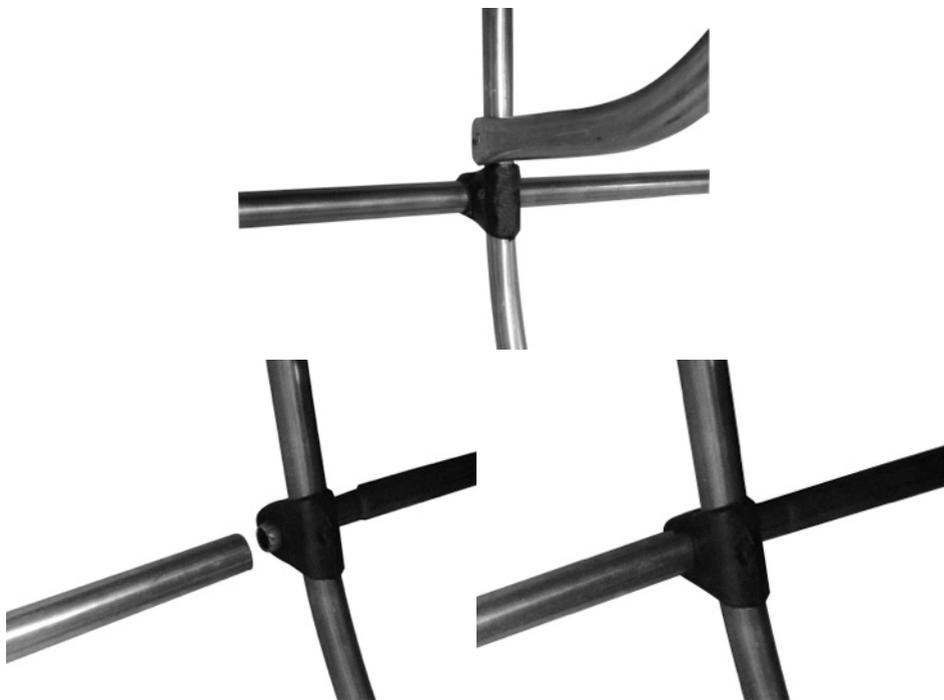

Рис.13. Установка стрингеров.
13. Проденьте через концы шпангоутов №М и №4 замковые стрингера (12) (Рис.13). Соедините их со стрингерами закрепленными на кормовом штевне. Шпингалет должен быть направлен в сторону носа.